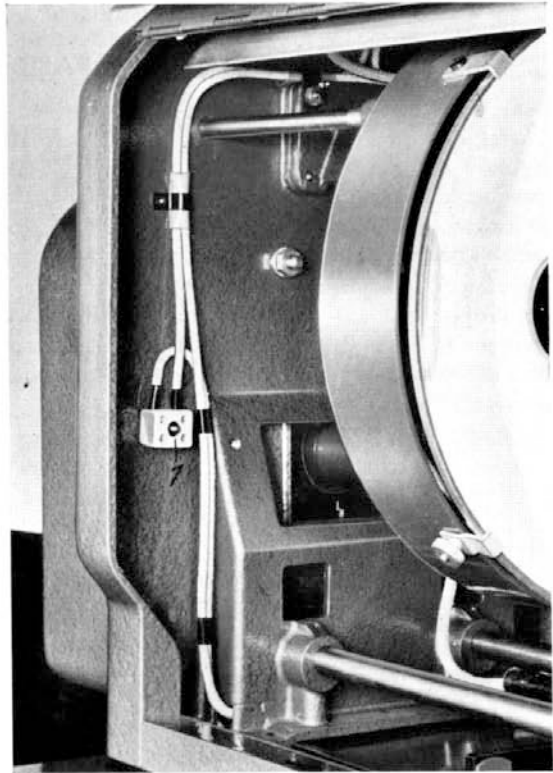

Abb. 6
**Falsche Polung gefährdet den Kolben!** Auf der dem Gleichstromanschluß gegenüberliegenden Seite ist eine kleinere Klemmleiste, die an das 220 V Wechselstrom-Netz angeschlossen werden muß. Die Wechselspannung wird zur Speisung des Zündgerätes benötigt (siehe Abb. 6).